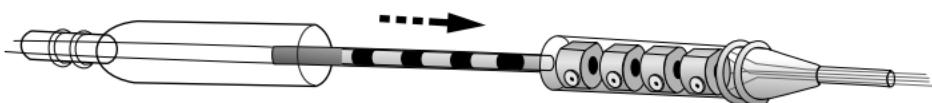

Figura 11. Inserimento completo dell'elettrocattetere nel connettore a viti di arresto dell'estensione.
3. Tenere saldamente l'estensione tra le dita. Inserire completamente l'elettrocattetere nel connettore a viti di arresto dell'estensione (Figura 11).